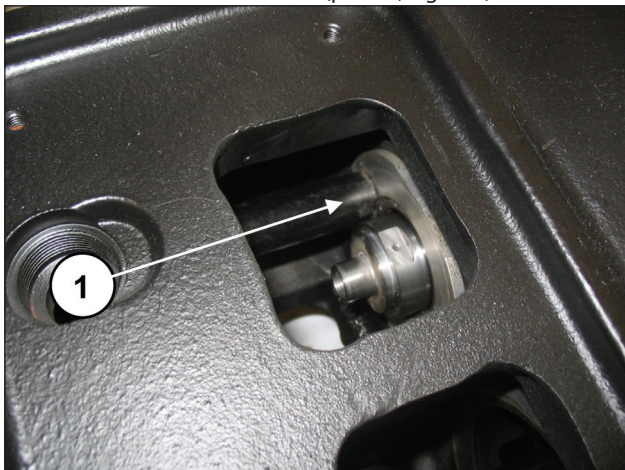
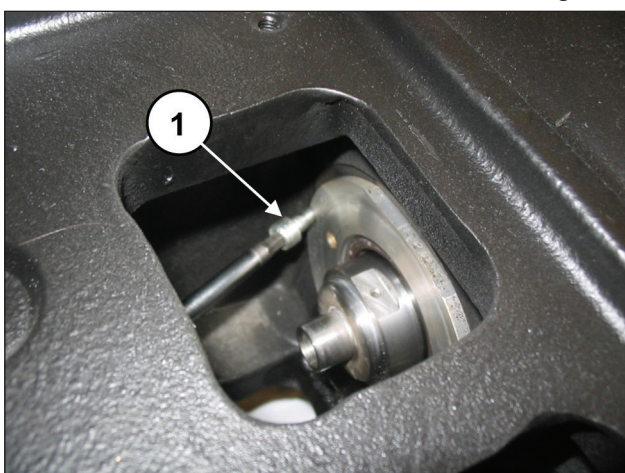

Fig. 142
Fig. 143
Comprobar que la tapa entre a fondo en el alojamiento (pos. ①, Fig. 142) sin dañar el labio del retén. Fijar las tapas de retención con 2 tornillos M6x14 (pos. ①, Fig. 143).